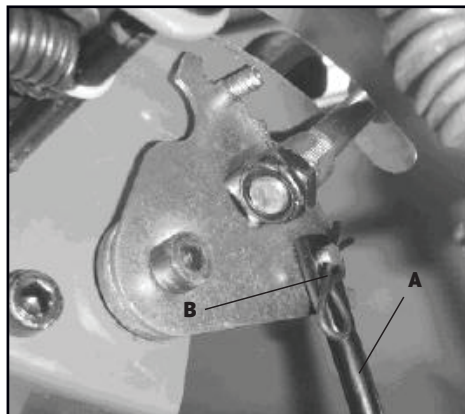

Рис. 3
- Вытащите шплинт **В**, соедините штангу **А** с ручкой панели через отверстие и зафиксируйте шплинтом **В** снова (рис.3).